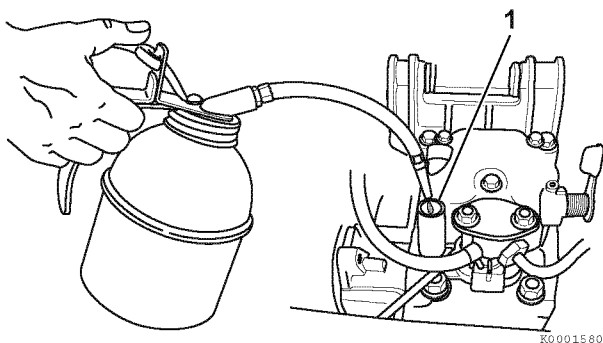

Abbildung 10
2. 2 cc Motoröl am Öleinfüllstutzen (1, **Abbildung 10**) nachfüllen.